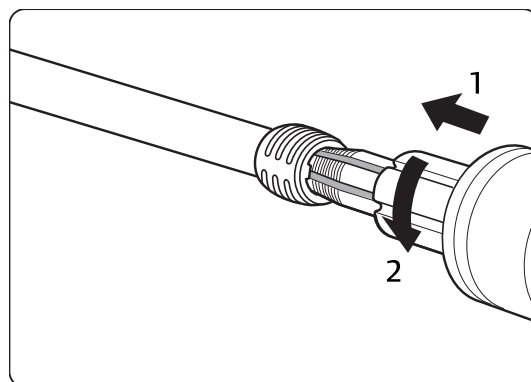

Fig. 4. Lărgirea țevii.
- a) Puneți conul capului de lărgire direct în țeavă până se oprește. Consultați Fig. 4 și tabelul de la pagina 4.
- a) Deschideți complet brațele sculei și puneți conul capetelor de lărgire direct în țevă până se oprește, consultați Fig. 4.